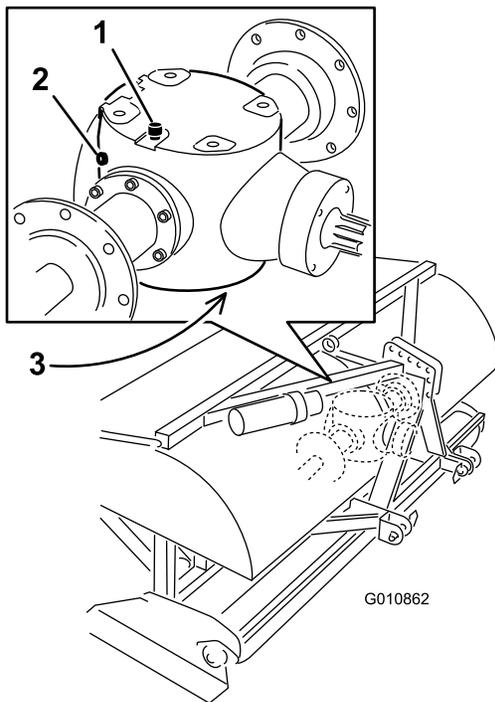

Figura 45
2. Retire el tapón de verificación de la caja de engranajes (Figura 45).
3. Asegúrese de que el aceite llega hasta la parte inferior del orificio del tapón de verificación de la caja de engranajes (Figura 45).
1. Limpie cualquier residuo del tapón de ventilación/llenado para evitar cualquier contaminación (Figura 45).